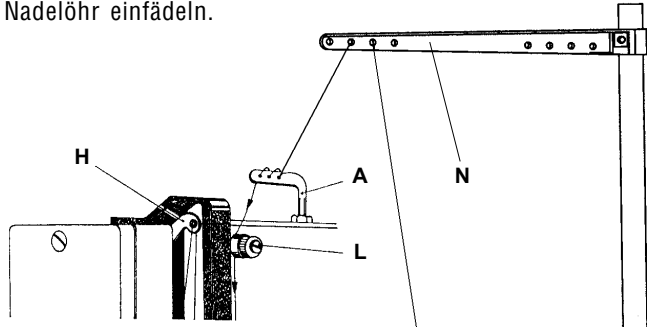

Abb. 1
6.1 Oberfadeneinfädeln (Abb. 1, 2)
6.4 Einstellung der Oberfadenspannung (Abb. 1, 2, 5)
Wenn die Maschine mit einem Fadenabschneider ausgestattet ist (Ausführung -105) muß man für seine ordentliche Funktion eine erhöhte Aufmerksamkeit der Einstellung der Fadenspannung widmen. Man muß auch den Hilfsspanner (L, Abb.1) einstellen, der durch seine Funktion die Länge des Oberfadenendes beeinflusst, die nach dem Fadenabschnitt aus dem Nadelöhr hervorrägt. Beim richtigem Einstellen des Fadenspanners ist die Qualität der Anfangsstiche gut und es kommt zu keinen Fadenausfädeln aus der Nadel vorkommt. Bei einer höher eingestellten Spannung des Hilfsspanners wird das Fadenende kürzer sein (Die Nahtanfänge haben eine höhere Qualität), man erhöht aber die Gefahr, daß eine solche Länge nicht genügend zur Wiederaufnahme des weiteren Nähens sein wird, wenn der Faden sich aus dem Nadelöhr herauszieht. Im Gegenfall, nämlich bei einer zu kleinen Spannung werden sich die Enden unnötig verlängern, was die Qualität des Nahtanfanges an der Rückseite des genähten Materials verschlechtert.